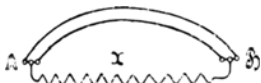

Fig. 20.
92. Es soll ein Widerstand von $0,1 [0,2] (0,4)$ hergestellt werden. Zu dem Zwecke fertigt man aus $2 [2] (2)$ Nickelin-Drähten von $1,6 [2] (1,8)$ mm Durchmesser, welche parallel geschaltet werden (Fig. 20), einen Widerstand von $0,101 [0,202] (0,404) \Omega$ an und legt hierzu einen Nebenschluß, der aus einem $0,4 [0,24] (0,5)$ mm dicken